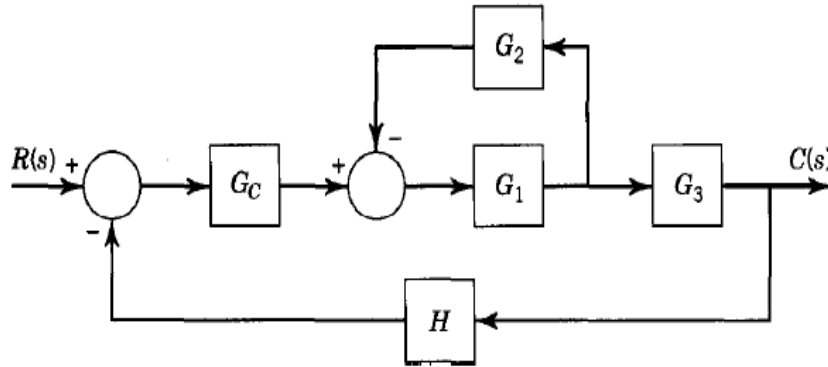

Figura 4: Diagrama de blocos.
8. Determine a função de transferência  $\frac{C(s)}{R(s)}$  para o sistema mostrado na Figura 4.